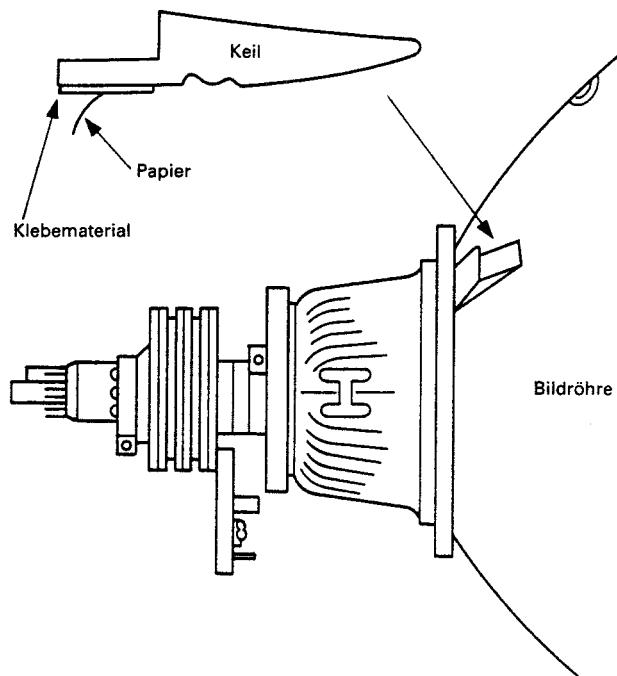

Abb. 14-9
- (5) Den Bildschirm kontrollieren und sicherstellen das die Konvergenz richtig eingestellt ist. Wenn nötig die Position der Gummikeile verändern und Abgleich 1-3 wiederholen.
(6) Nachdem die Gummikeile die richtige Position bekommen haben, das Ende der Gummikeile vom Papier befreien und fest auf die Bildröhre aufkleben. (Siehe Abb. 14-9)